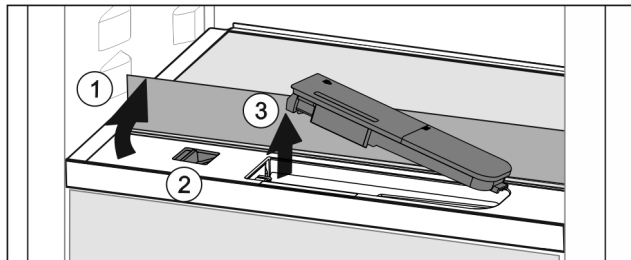

Fig. 127
- ▶ Stekleno ploščo dvignite in jo sklopite nazaj do omejevalnika Fig. 127 (1).
- ▶ Drsnik Fig. 127 (2) potisnite v levo.
- ▶ Odstranite rezervoar za vodo Fig. 127 (3).